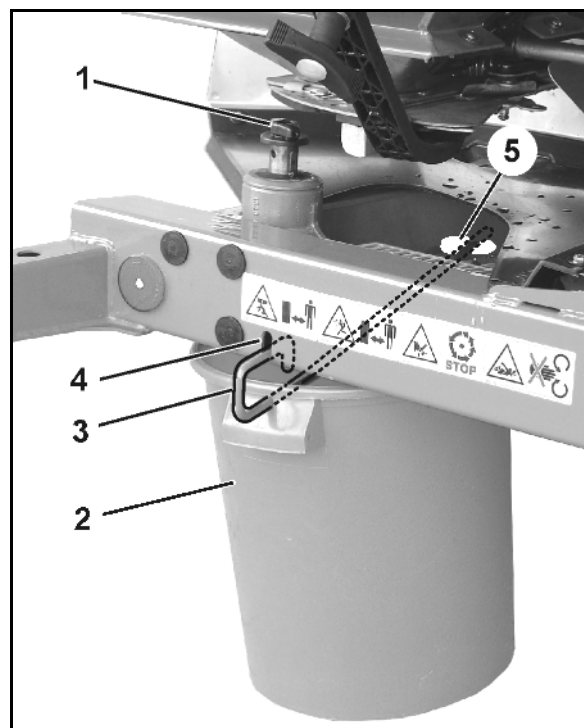

Рис. 61
- 2.1 Выверните барашковый винт (Рис. 61/1), удерживающий распределяющий диск, и выньте распределяющий диск с приводного вала.
3. Вставьте приемную ёмкость (Рис. 61/2) с помощью скобы (Рис. 61/3) в гнезда (Рис. 61/4) и подвесьте Рис. 61/5) на раму.